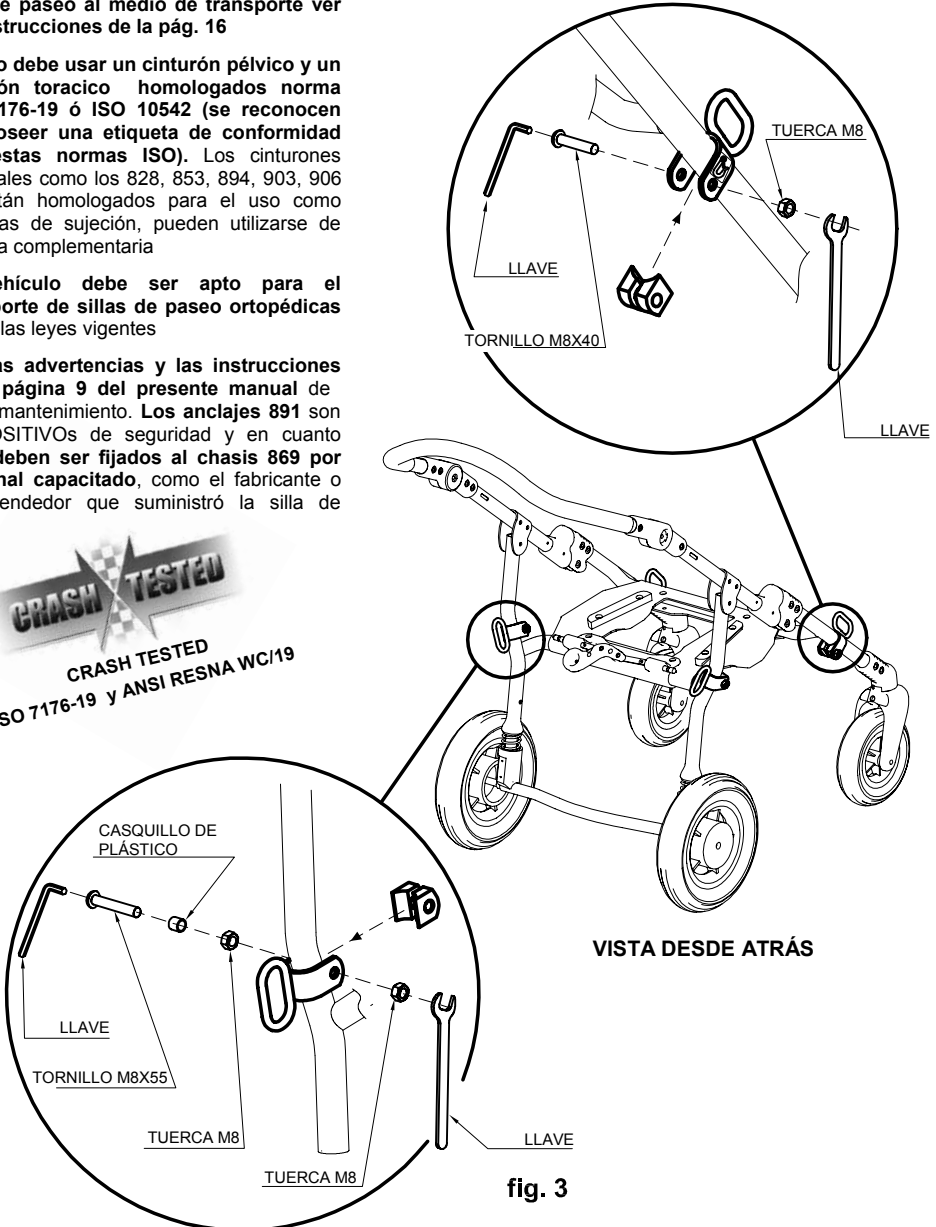
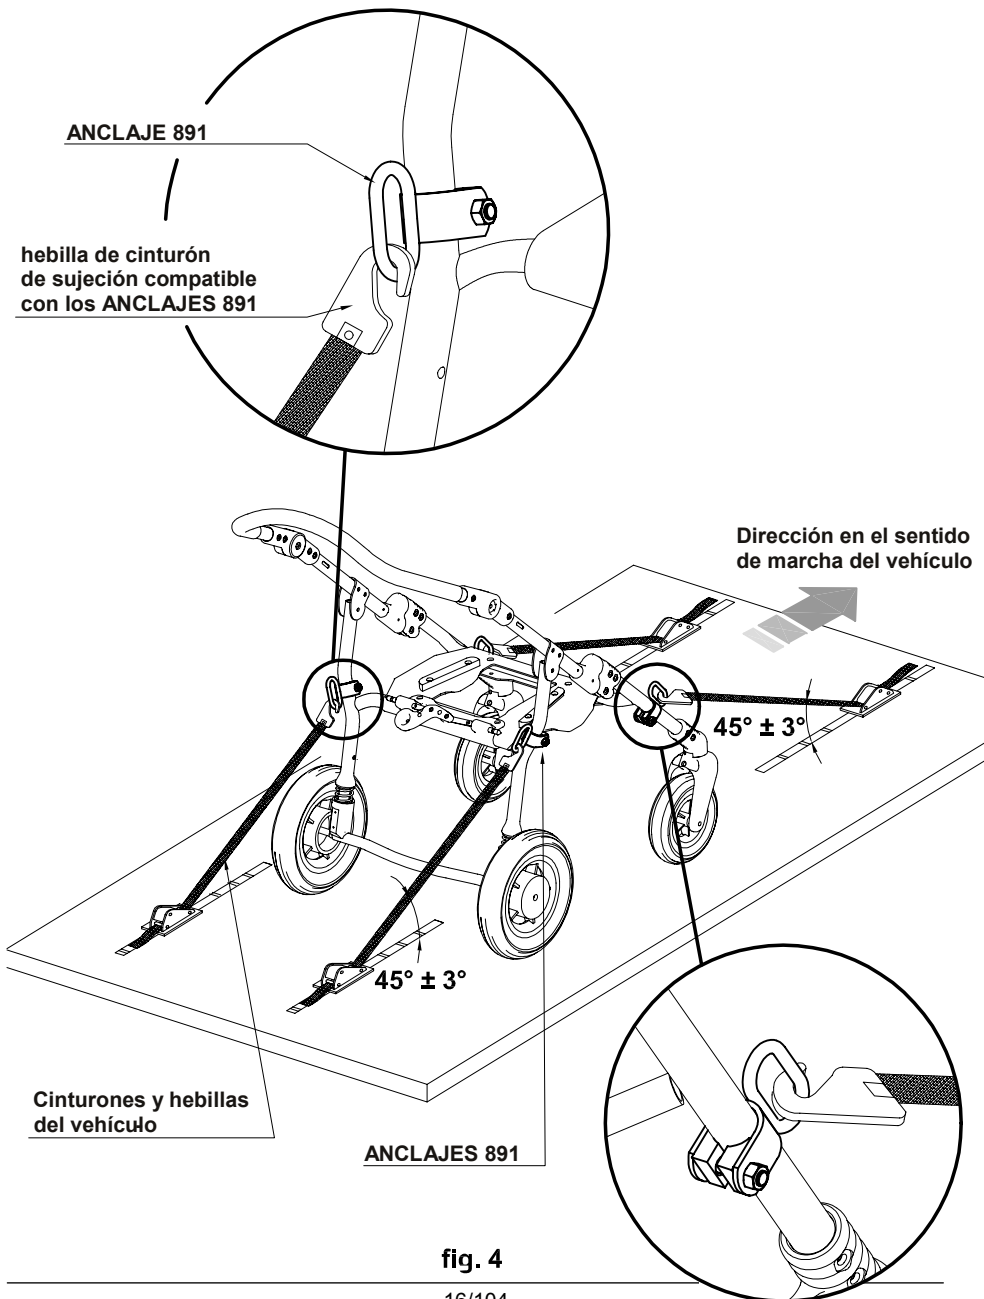

fig. 3
fig. 4
- **EL NIÑO SENTADO EN LA SILLA DE PASEO DEBE SER UBICADO EN LA DIRECCIÓN DEL SENTIDO DE MARCHA DEL VEHÍCULO EN MOVIMIENTO** (ver fig. 4 pág.16). De acuerdo al apartado 6.3.4 de la norma ISO 7176-19, la conformidad con la norma no impide, sin embargo, poder usar la silla de paseo en la dirección opuesta a la marcha, en los grandes vehículos equipados con espacios para esta finalidad específica
- **EL VEHÍCULO DEBE SER APTO PARA EL TRANSPORTE DE SILLAS DE RUEDAS/SILLAS DE PASEO ORTOPÉDICAS DE CONFORMIDAD CON LA NORMA ISO 7176-19** (ver fig. 4 pág. 16)
- **LA SILLA DE PASEO DEBE SUJETARSE AL VEHÍCULO mediante:** 1) un sistema de cinturones de sujeción de 4 puntos conforme con la norma ISO 10542-2 suministrado con el vehículo (ver fig.4 pág. 16) y 2) el accesorio 891 – ANCLAJES para BASE 869 (4 anillos) (ver fig. 1 y 2 pág.14, fig. 3 pág. 15 y fig.4 pág.16)